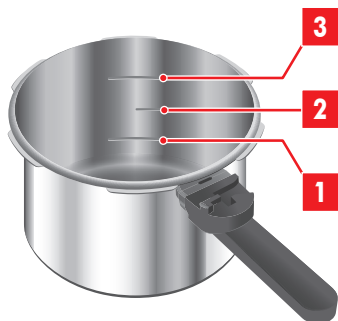

Abb. 9: Füllhöhe beachten
3. Füllen Sie den Topf mindestens zu 1/3 mit Wasser (siehe Abb. 9/1). Je nach Rezept können Sie auch Brühe als Kochflüssigkeit verwenden.
5. Füllen Sie das Kochgut in den Topf. Achten Sie darauf, dass der Topf maximal zu 2/3 gefüllt ist (siehe Abb. 9/3).
- Bei Verwendung von schäumenden oder stark quellenden Nahrungsmitteln wie z. B. Reis, getrocknetem Gemüse oder Hülsenfrüchten darf der Topf nur zur Hälfte gefüllt werden (siehe Abb. 9/2).